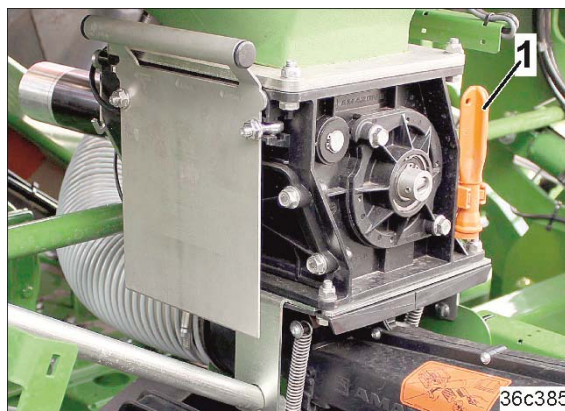

Рис. 200
- 1.1 Возьмите ключ (Рис. 200/1) из держателя.